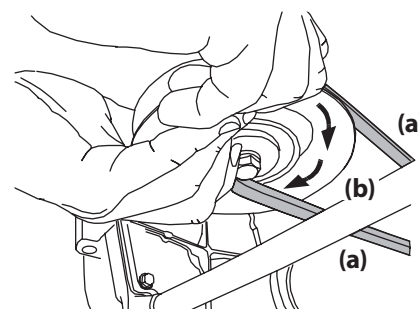

Figure 47
- d. Maintenez la courroie de la prise de force (a) vers le bas et continuez de tourner la poulie de la prise de force (b) jusqu'à ce que la courroie de la prise de force (a) soit complètement dégagée de la poulie de la prise de force (b). Voir Figure 47.
- Tenez la courroie de la prise de force et la poulie, puis tournez la poulie vers la gauche. Voir Figure 47 à la page 22. Continuez à tenir et à tourner la poulie et la courroie de la prise de force jusqu'à ce que la courroie soit complètement enroulée autour de la poulie de la prise de force.